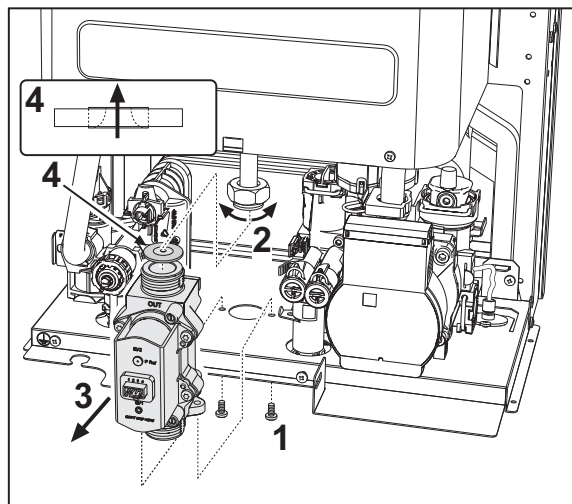

рис. 28- Замена газового клапана
- Газовая мембрана «4» должна соответствовать направлению, указанному в рис. 28.